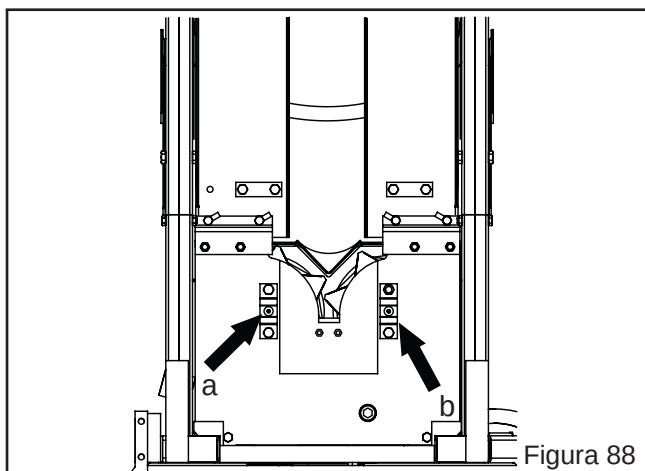

Figura 88
- Remova as travas a base inferior dos rolos e solte os 4 (quatro) parafusos (Figura 88);